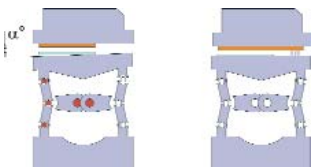

Рисунок 1. Схема перекося тигельной пары
- 1) перекося, характеризующийся некоторым углом расхождения α (рисунок 1);